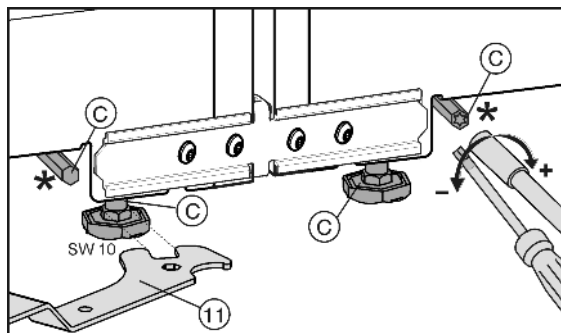

Fig. 8
De voorste stelvoetjes kunnen met de meegeleverde steeksleutel *Fig. 8 (11)* worden versteld, de achterste stelvoetjes* met een schroevendraaier Torx® 25.